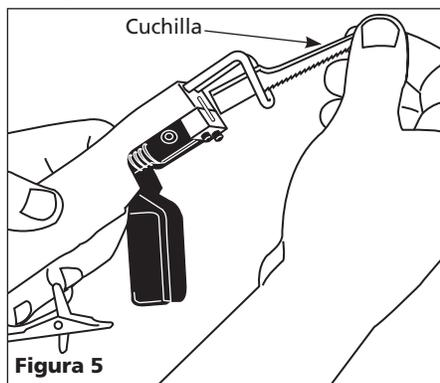

Figura 5
4. Con cuidado, saque la cuchilla de la sierra, tal como se muestra en la Figura 5.